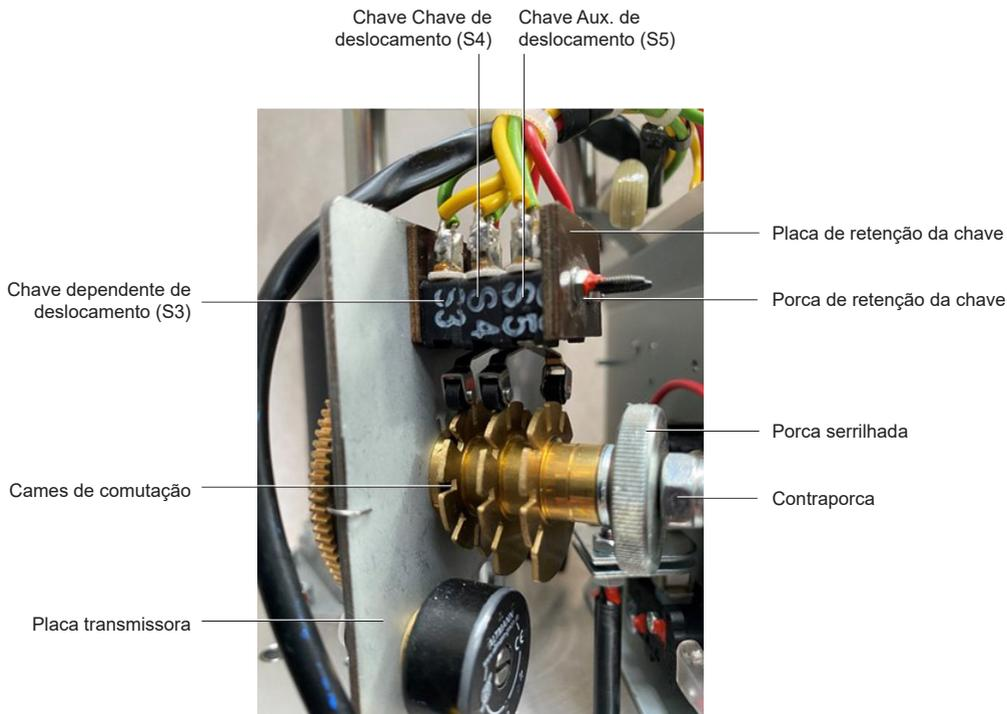

Fig. 9 Disposição da chave de deslocamento auxiliar (WE) (8 kN)
- Consulte a Fig. 9 para orientação do produto